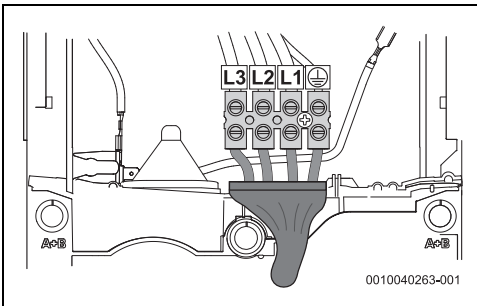

Fig. 45 Raccordement inférieur pour câble court
- Raccordement inférieur pour câble court (fig. 45)